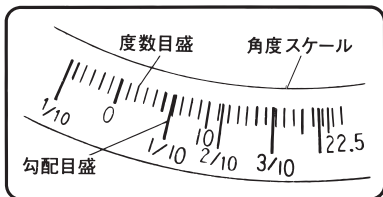

図 29
(2) 角度スケールには、度数目盛と勾配目盛が表示してあります。(図29)